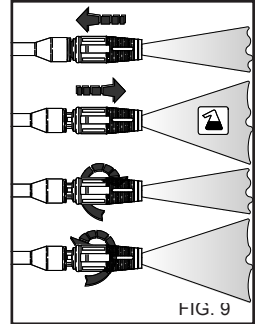

FIG. 9
**UTILIZAÇÃO DO BICO REGULÁVEL MULTIREG (fig. 9)**